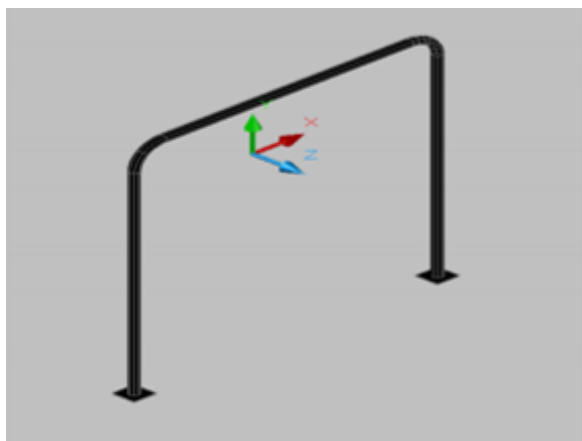

Figura 1
**Arc principal de securitate** (Figura 1) = structură din țevă de oțel tubulară dintr-o singură bucată fără îmbinări, fixată individual la capete pe podeaua caroseriei, în cazul în care autovehiculul are caroserie sau pe o altă structură constructivă de bază (șasiu sau cadru inferior de bază) dacă autovehiculul nu are caroserie, poziționată în spatele scaunelor membrilor echipajului.